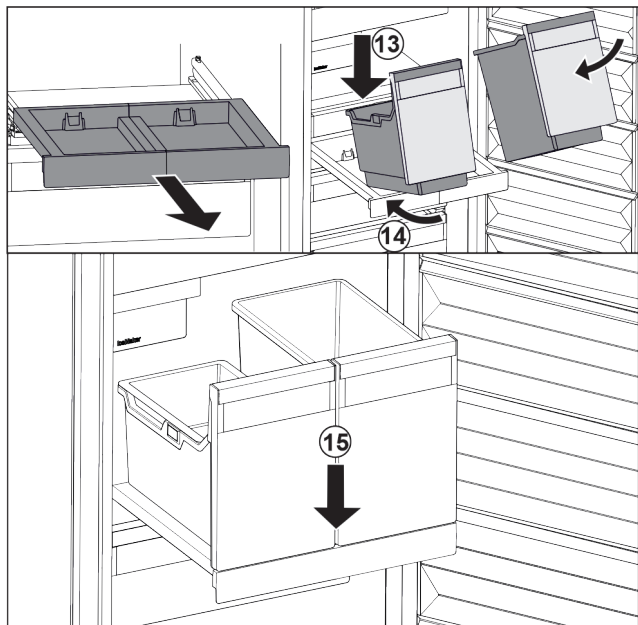

Fig. 31
- ▶ Założyć pojemnik pod skosem na wysuwaną półkę. Fig. 31 (13)
- ▶ Wsunąć pojemnik pod skosem do tyłu. Fig. 31 (14)
- ▶ Osadzić pojemnik z przodu. Fig. 31 (15)